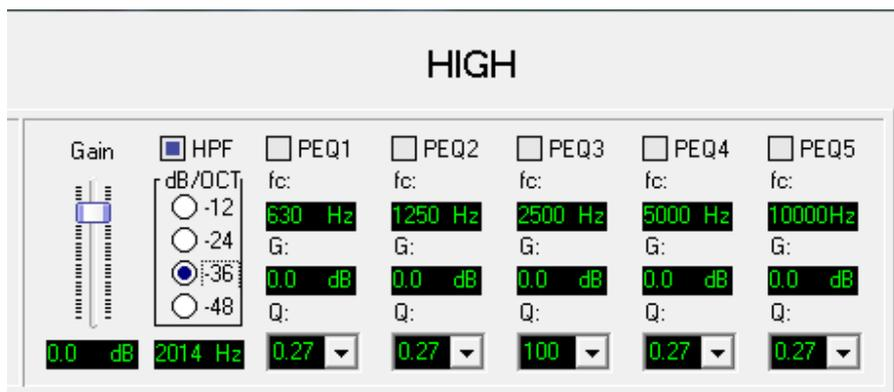
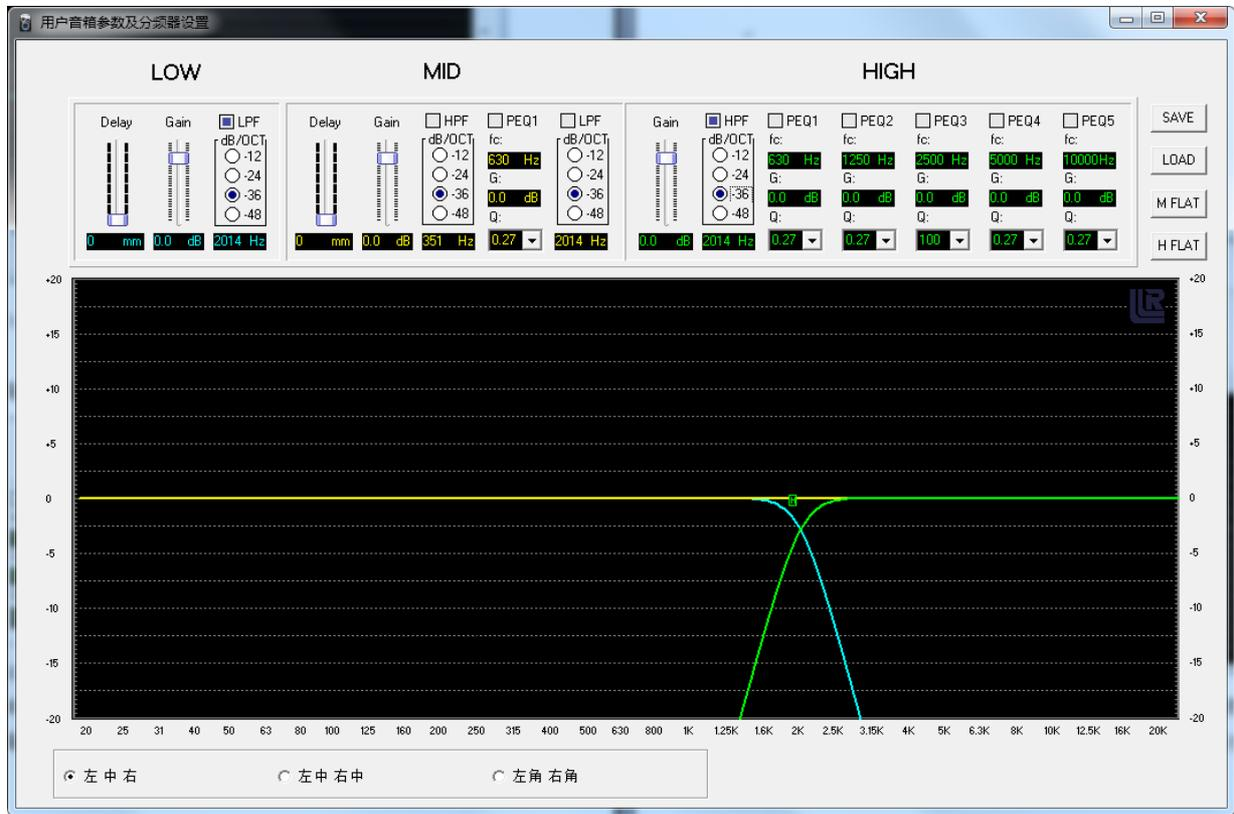
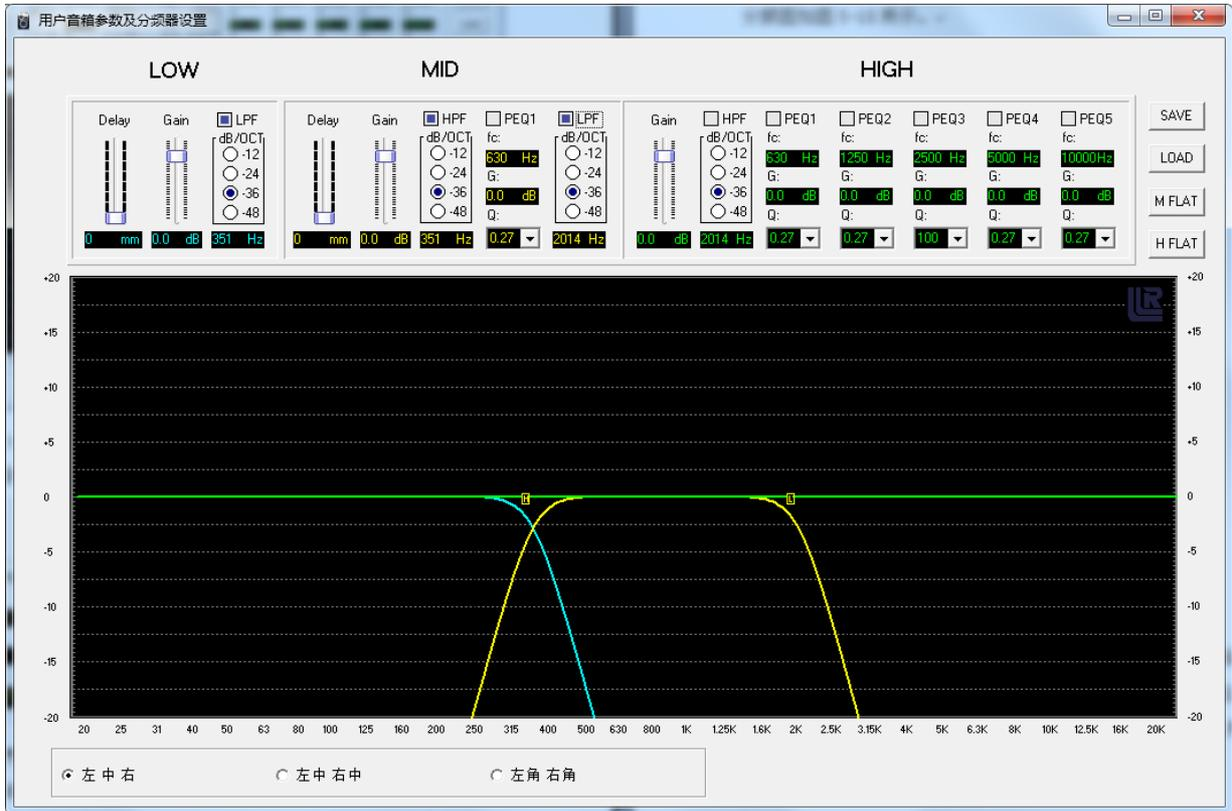
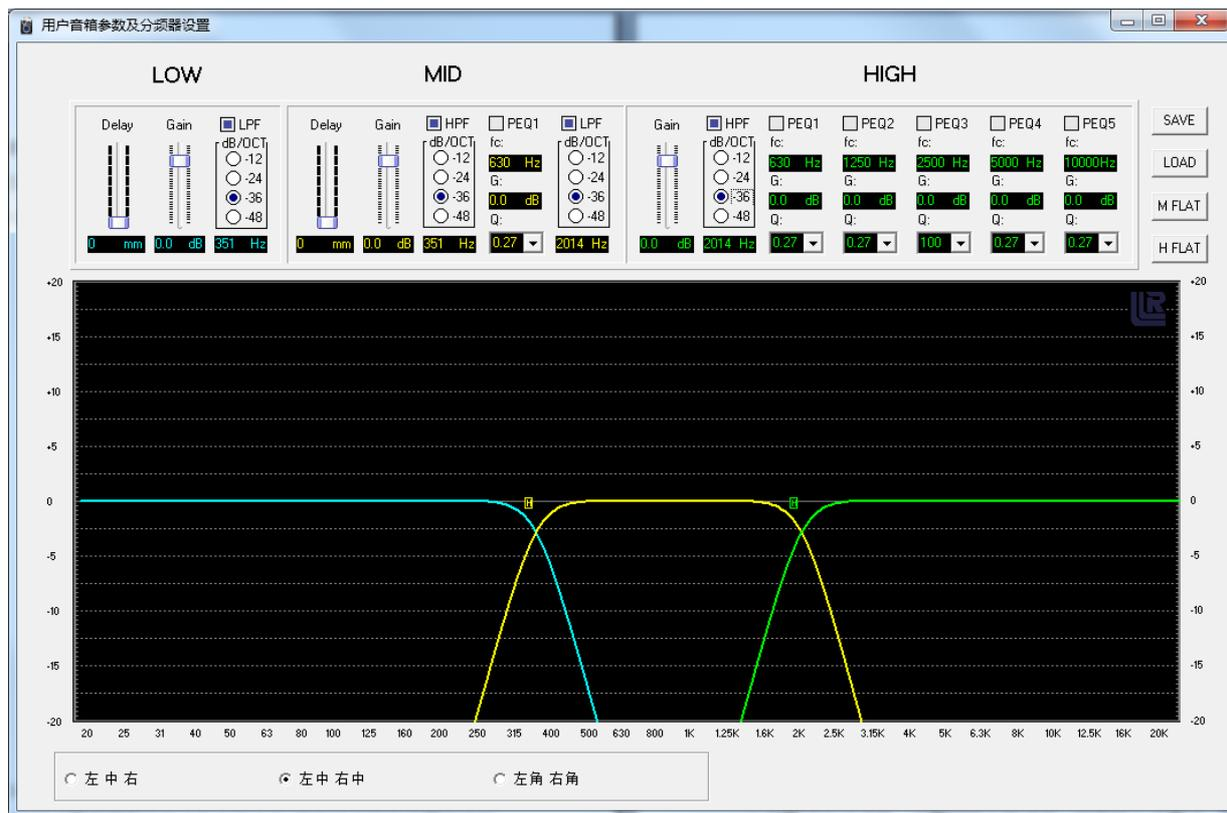

图 5-13 高频部分设置界面
图 5-14 CPS4216C 整体分频图
图 5-18 CPS4216 中音部分分频图
图 5-20 CPS4216 整体分频图
②设置“HIGH”区域，即音箱高音部分。如图 5-13 所示。
部分与高音部分的分频点为 2000Hz 左右，如图 5-13 左下角所示。CPS4216C 整体分频图如图 5-14 所示。
频点为 2000Hz 左右)。以音箱 CPS4216 为例，其低音部分与中音部分的分频点为 350Hz 左右，中音部分与高音部分的分频点为 2000Hz。如图 5-13 左下角所示。CPS4216C 中音部分分频图如图 5-18 所示。
选中“HPF”（高通滤波），“dB/OCT”（斜率）选择“-36”档，拖动绿色方框中带“H”的小标志，设置好分频点（CPS4216 分频点为 2000Hz 左右）。以音箱 CPS4216 为例，其低音部分与高音部分的分频点为 2000Hz 左右，如图 5-13 左下角所示。CPS4216 整体分频图如图 5-20 所示。
(3) 选中用户音箱参数及分频器设置界面下方的“左中右中”，即表示当前在设置左中路、右中路音箱的分频点。如图 5-20 所示。设置步骤与“左中右”一样。
(4) 选中用户音箱参数及分频器设置界面下方的“左角右角”，即表示当前在设置左中路、右中路音箱的分频点。如图 5-20 所示。设置步骤与“左中右”一样。